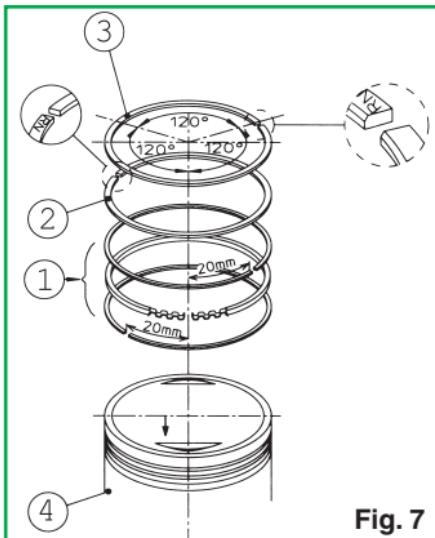

Fig. 7
- Inserire l'espansore del segmento raschiaolio nella apposita cava sul pistone, inserire l'elemento raschiaolio inferiore e successivamente l'elemento raschiaolio superiore completando il montaggio del raschiaolio (Fig. 7).
- Montare il secondo segmento con la stampigliatura N rivolta verso la parte superiore del pistone come indicato in Fig. 7.
- Inserire il primo segmento di compressione con la stampigliatura N rivolta verso la parte superiore del pistone come indicato in Fig. 7.
- Posizionare le aperture dei tagli delle fasce elastiche come indicato in Fig. 7.
- Ricontrollare che le aperture dei tagli delle fasce elastiche siano posizionate come indicato in Fig. 7.